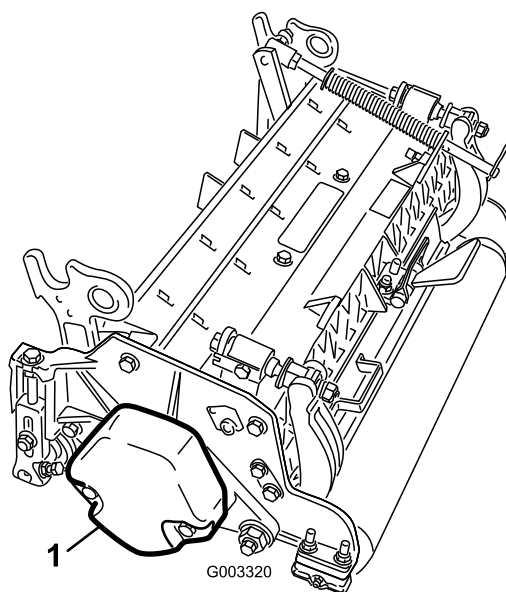

Figure 9
4. Veillez à monter le contrepoids (Figure 9) du bon côté de l'unité de coupe, comme expliqué dans le *Manuel de l'utilisateur* des unités de coupe.